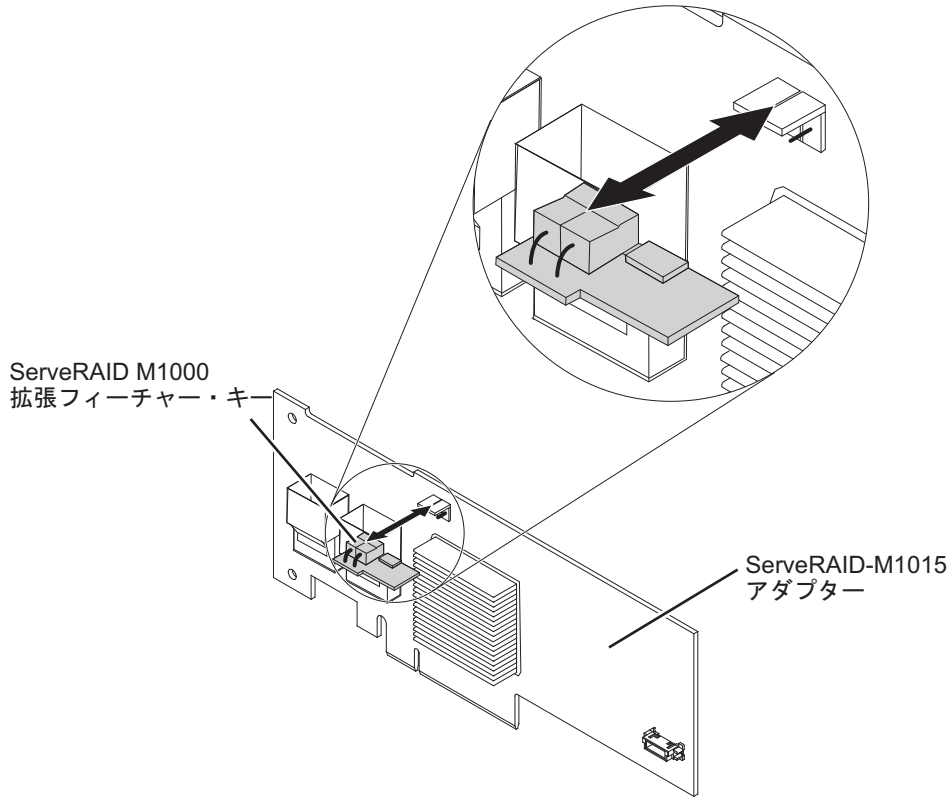
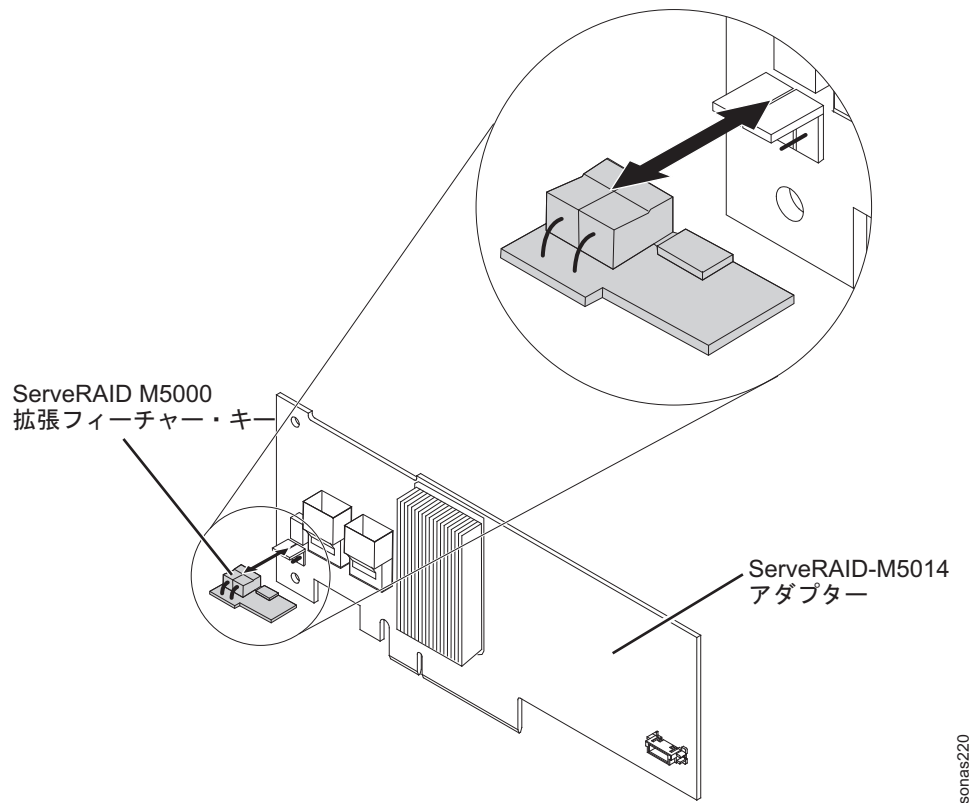

図 29. ServeRAID M1000 拡張フィーチャー・キーおよび M1015 アダプター
図 30. ServeRAID M5000 拡張フィーチャー・キーおよび M5014 アダプター
4. フィーチャー・キーをつかんで持ち上げ、ServeRAID アダプターのコネクタから取り外します。図 29 および 133 ページの図 30 を参照してください。